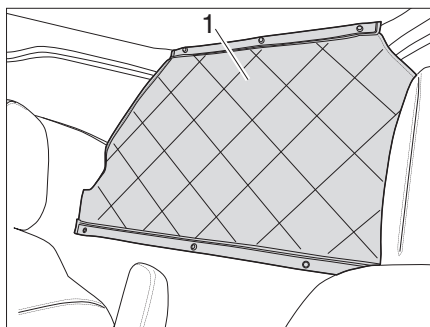

Figure 14 Dérouler le recouvrement d'accès
- Dérouler le recouvrement d'accès (Figure 14,1).
- Fermer le recouvrement d'accès (Figure 14,1) avec les boutons-pressions.